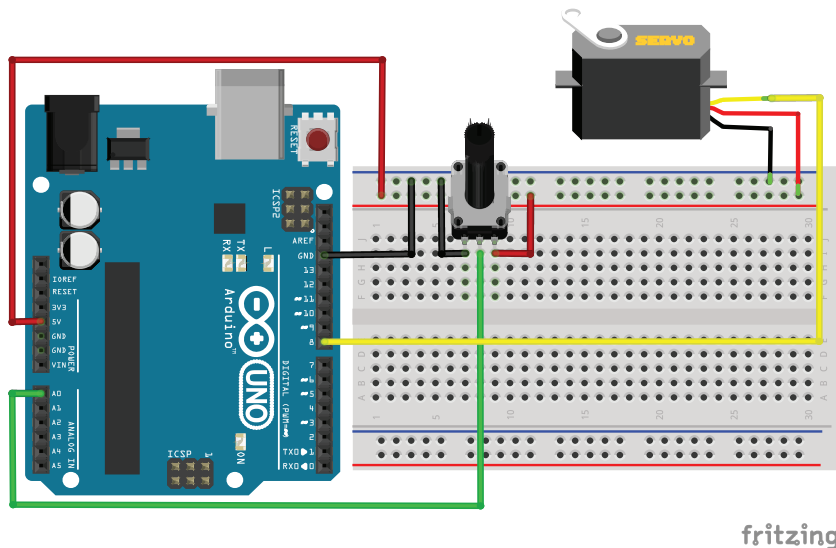

Рис. 17.2. Схема подключения сервопривода и потенциометра к Arduino
В нашем эксперименте мы будем управлять положением сервопривода с помощью потенциометра. Схема подключения сервопривода и потенциометра к плате Arduino показана на рис. 17.2. Сервопривод подключается тремя проводами: питание (Vcc), «земля» (Gnd) и сигнальный (С). Питание – красный провод, он может быть подключен к +5 В внешнего источника питания, черный (или коричневый) провод – «земля» – подключается к GND-выводу Arduino GND, сигнальный (оранжевый/желтый/белый) провод подключается к цифровому выводу контроллера Arduino. Для питания сервопривода используем отдельный блок питания +5 В.
1. Подключаем датчик сервопривода и потенциометр по схеме на рис. 17.2.